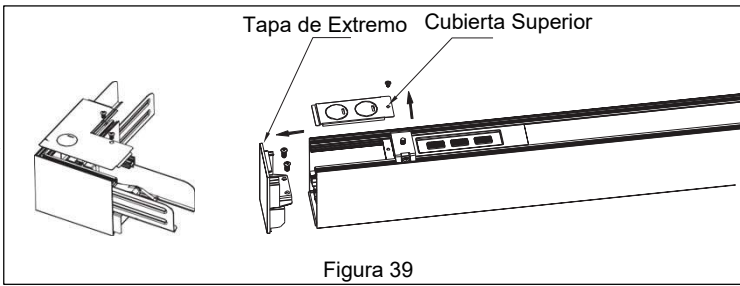

Figura 39
1. Retire la cubierta superior del conector en L y de la lámpara. Luego retira la tapa del extremo de la lámpara. **Ver Figura 39.**